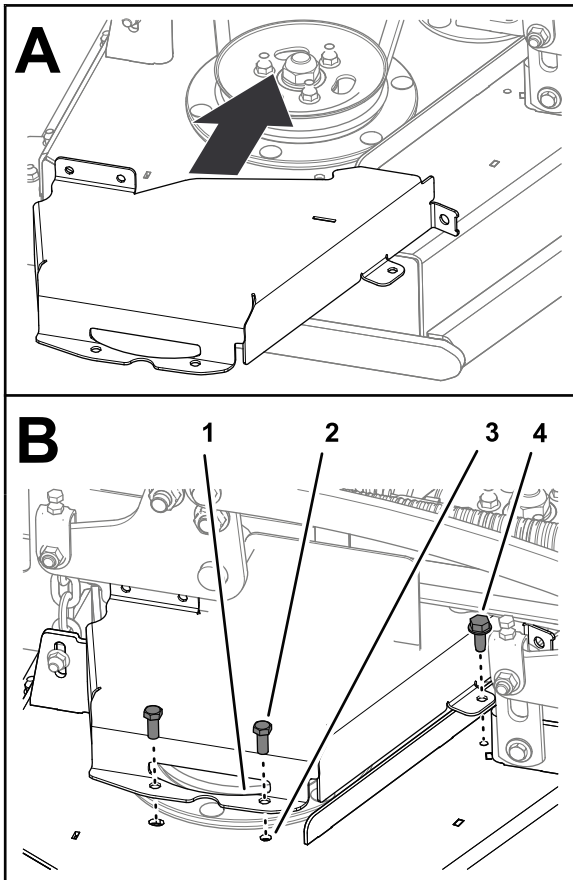

Figura 40
1. Monte la cubierta de la correa derecha a la carcasa (Figura 40) con los 2 pernos que retiró en Retirada de la cubierta de la correa izquierda (página 28).